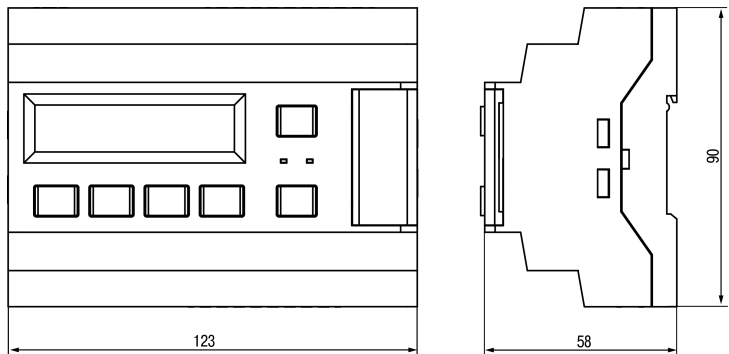

Рисунок 2 – Габаритний креслений пристрою
1. Підготувати на DIN-рейці місце для встановлення пристрою відповідно до розмірів пристрою (див. *рисунок 2*).